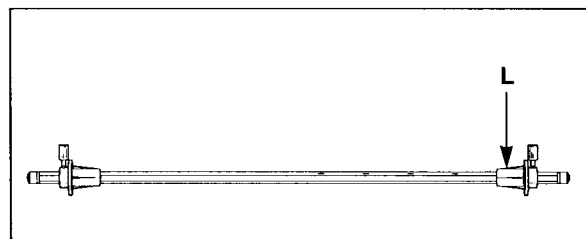

Fig. 5
L. CORE ADAPTERS: The film shaft holds the supply roll and the adapters with locking collars hold the rolls of film on the shaft, (Figure 5).
L. KERN-ADAPTER: Die Folienachsen lenken die Folien-Zuführung und die Kern-Adapter halten die Folienrollen auf der Achse. (Abb. 5).
L. FILMKOKER EN KERN-ADAPTERS: De filmkoker houdt de filmvoorraad vast en de kernadapters houden de filmrollen op de koker op hun plaats (zie afb. 5).
L. ADAPTATEURS DE MANDRIN: ces adaptateurs de mandrin permettent de maintenir les bobines de film sur les axes (figure 5).